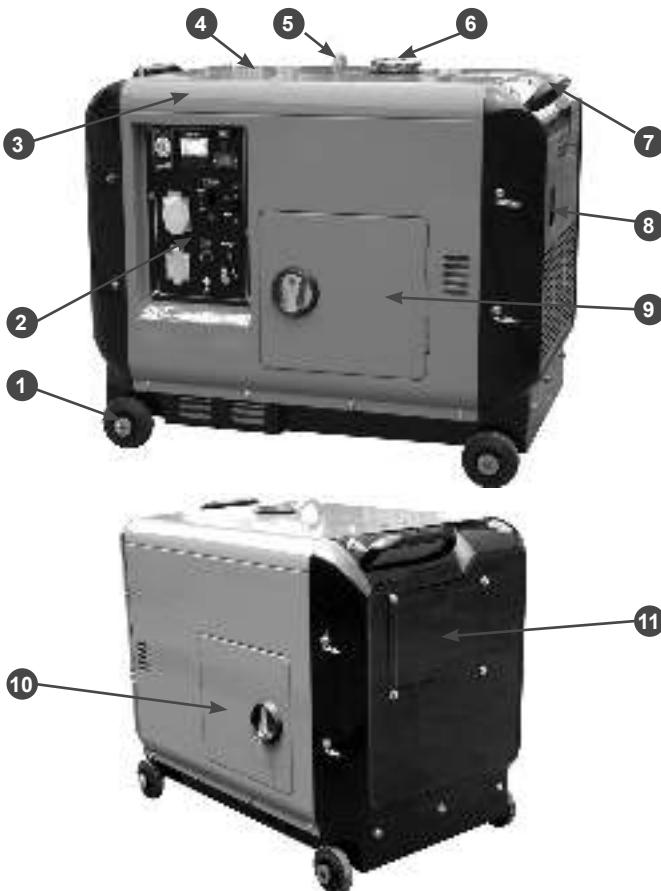

Рис. 1 Основные узлы и органы управления
Расположение основных узлов и органов управления генератором приведено на Рис. 1, 2, 3.
- Откройте дверцу для доступа к двигателю (Рис. 1 п. 10).
2. Откройте дверцу для доступа к двигателю (Рис. 1 п. 10).